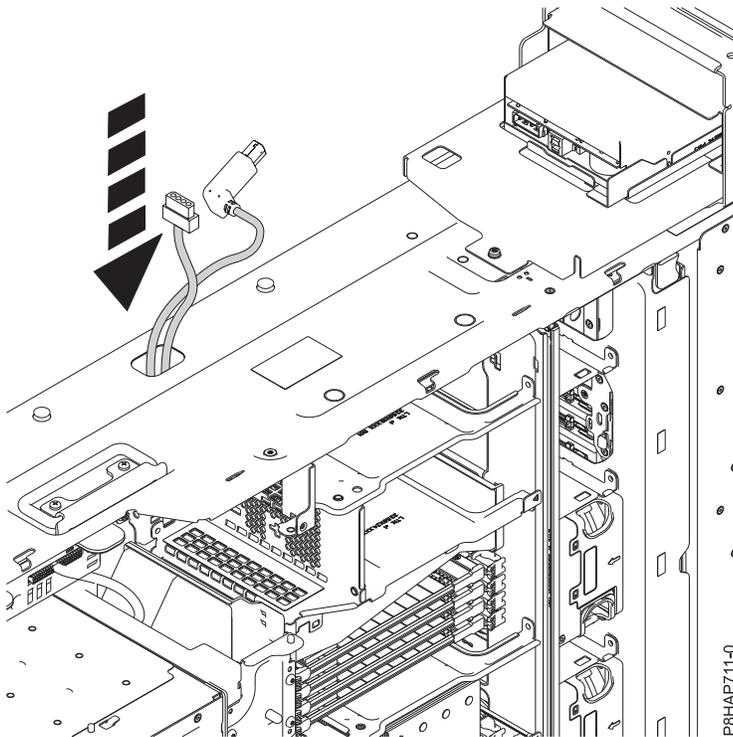

Figura 66. Encaminhar os cabos USB e da fonte da alimentação da base de acoplamento RDX interna (FC EUA3)
3. Encaminhe os cabos de USB e de alimentação da base de acoplamento RDX interna (FC EUA3) para baixo através do buraco de gestão de cabos tal como é demonstrado em Figura 66 na página 80.